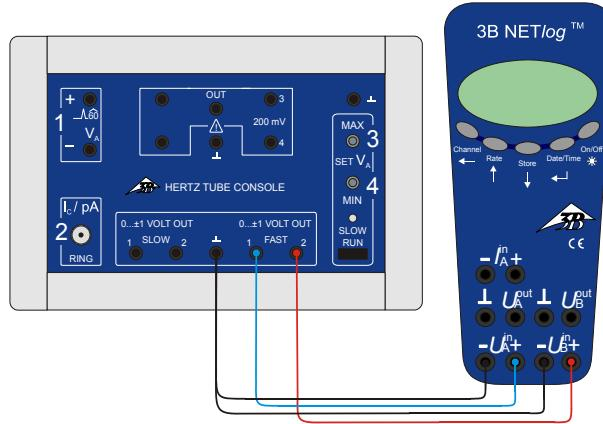

Fig. 2 Anschluss des 3B NET/log™ an das Steuergerät für Kritische-Potenziale-Röhren
- Ausgang Fast 1 der Steuereinheit an Eingang A und Ausgang Fast 2 an Eingang B des 3B NET^{log}TM anschließen. (siehe Fig. 2)